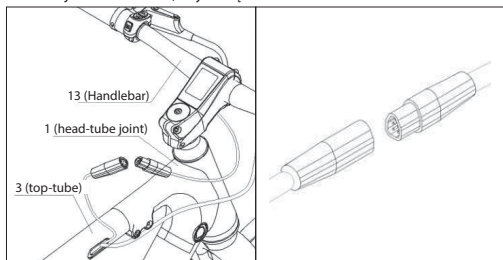

Rysunek 1-5
- Popchnij kierownicę w lewo i w prawo, aby ją wyśrodkować; obróć ją lekko, aby dźwignie hamulca były skierowane w dół. Następnie stopniowo kierownica śruby w kolejności A-B-C-D, jak pokazano na [Rysunek 1-5].